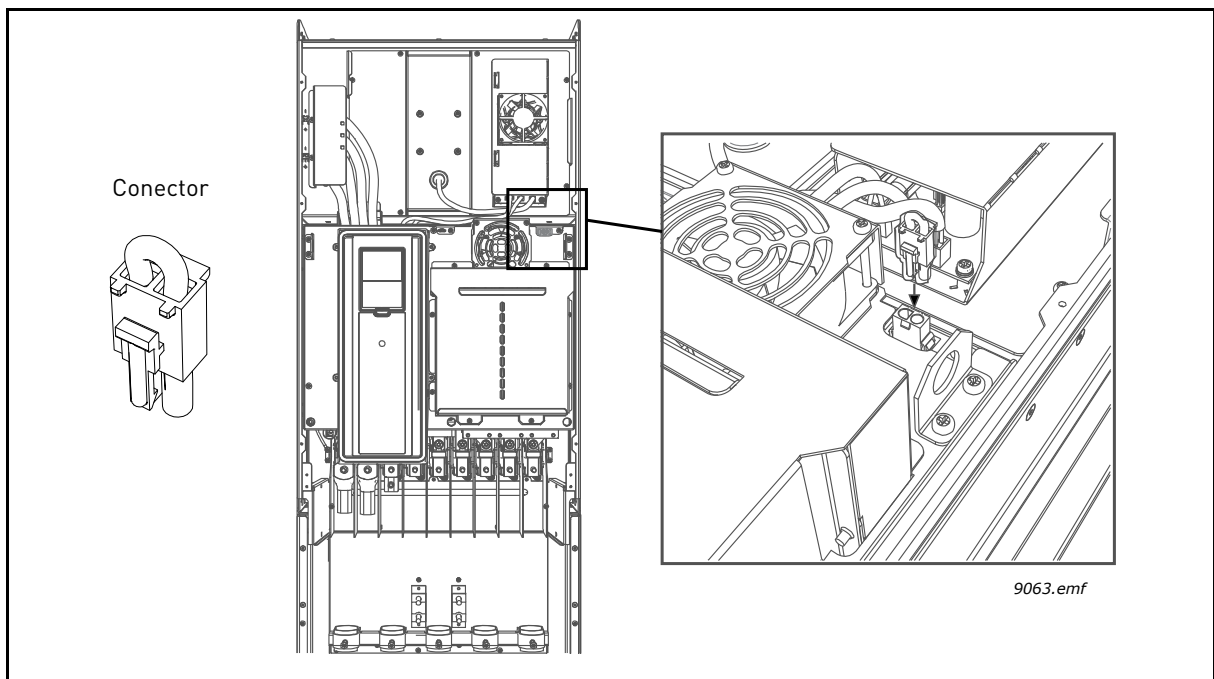

Figura 63. Colocação do conector
**1** Localize o conector na bolsa de acessórios. Retire a tampa principal do inversor de CA e localize o local do conector ao lado da ventoinha. Empurre o conector para o devido lugar. Consulte a Figura 63.